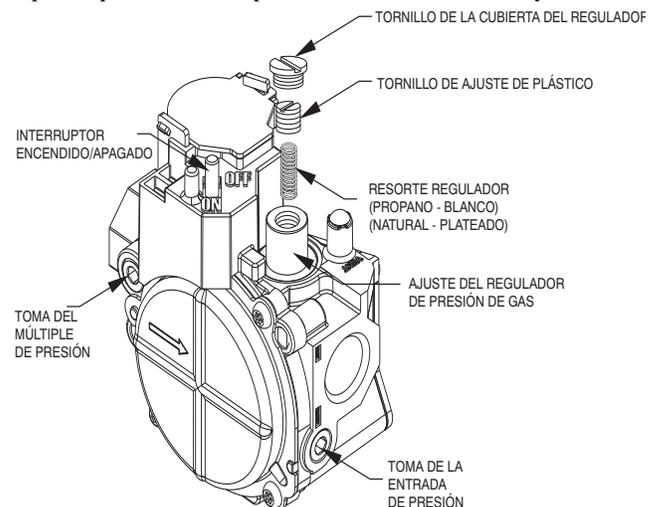
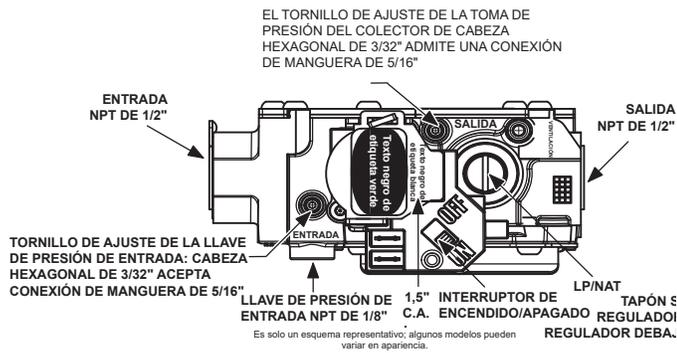

Fig. 13 – Válvula de gas estándar de una etapa
Fig. 14 – Válvula de gas de una etapa con puertos de presión de torre
- a. Para las válvulas de gas estándar, retire la tapa de la toma de presión del colector con una llave Allen. (Consulte la Fig. 13). Instale la llave de presión y la manguera con boquilla para conectar al manómetro. Active el suministro de gas de la unidad.
- b. Para una válvula de gas con puertos de presión de torre, afloje el tornillo de ajuste en la llave de presión de la torre del colector, sin dar la vuelta completa, con una llave hexagonal de 3/32 in. (Consulte la Fig. 14). Conecte el manómetro deslizando la manguera de conexión de 5/16 in sobre el puerto de presión de la torre del múltiple. Active el suministro de gas de la unidad.
1. Quite el tornillo de la cubierta del regulador sobre el tornillo de ajuste plástico de la válvula de gas (consulte Fig. 13 y Fig. 14).
2. Gire el tornillo de ajuste plástico hacia la derecha para aumentar la entrada de gas, o gire el tornillo de ajuste plástico hacia la izquierda para disminuir la entrada (consulte Fig. 13 y Fig. 14). La presión del múltiple debe estar entre 3,2 y 3,8 in. C.A.
3. Vuelva a colocar el tornillo de la cubierta del regulador en la válvula de gas (consulte Fig. 13 y Fig. 14).
- a. Para válvulas de gas estándar, retire la manguera del manómetro y la toma de presión dentada. Reemplace la tapa de la toma de presión con una llave Allen. (Consulte la Fig. 13).
- b. Para válvulas de gas con puerto de presión de torre, quite la manguera de conexión. Apriete el tornillo de ajuste en el puerto de presión del colector con una llave hexagonal de 3/32 in. (Consulte la Fig. 14).